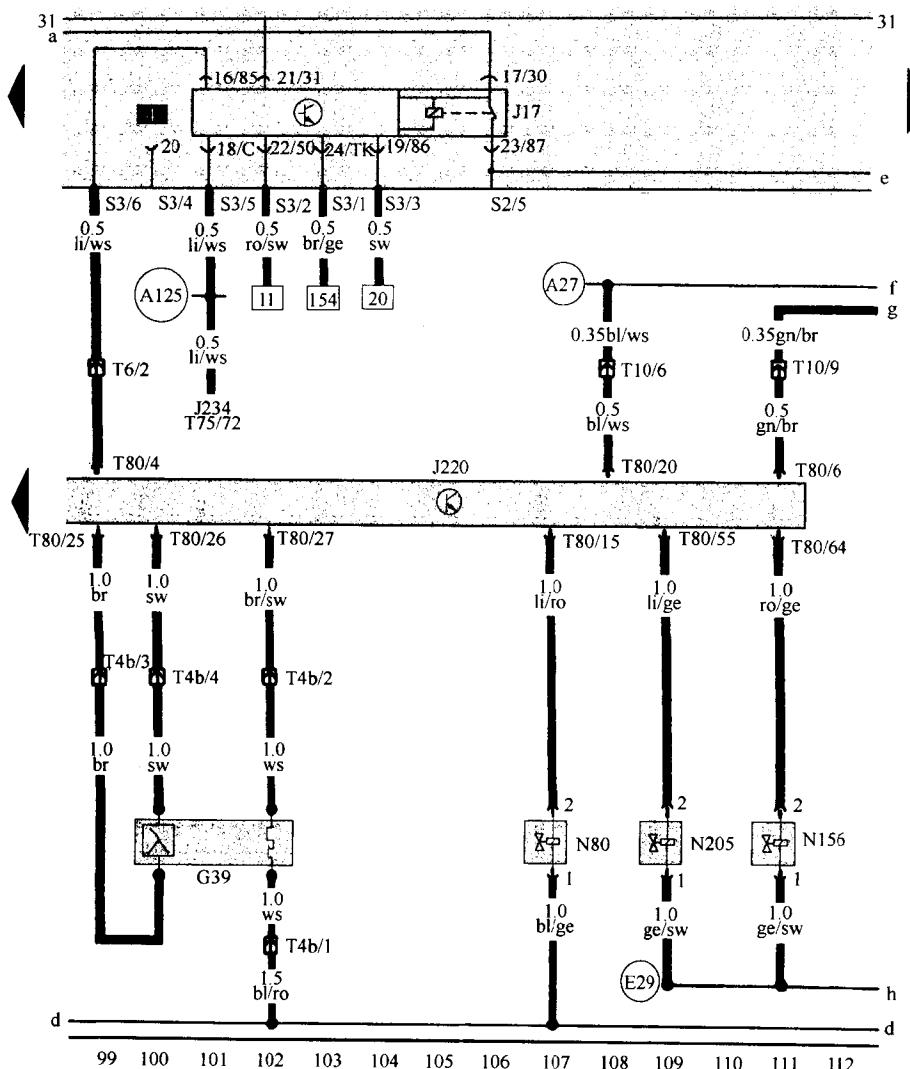

图 1-5 进排气控制系统电路图
(5) 多点喷射控制单元, λ 传感器, 活性炭罐电磁阀, 进气歧管转换阀, 凸轮轴调整阀, 燃油泵继电器(如图 1-5 所示)